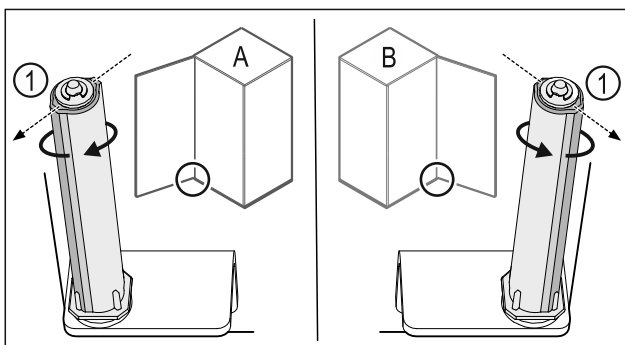

Fig. 45 Vänsteranslag (A) / högeranslag (B)
- ▶ Vrid låssystemet mot motståndet tills låssystemets stag Fig. 45 (1) pekar utåt.